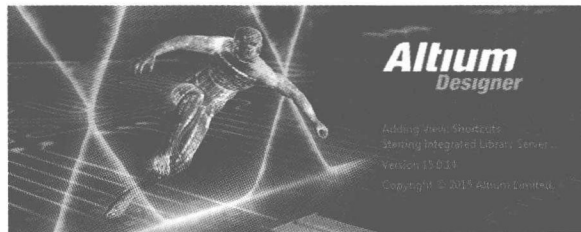

图 1-8 Altium Designer 15 启动画面
1) 在“开始”菜单中找到 Altium Designer 图标  Altium Designer，单击该图标，或者在桌面上双击快捷方式图标，即可初次启动 Altium Designer 15，启动画面如图 1-8 所示。